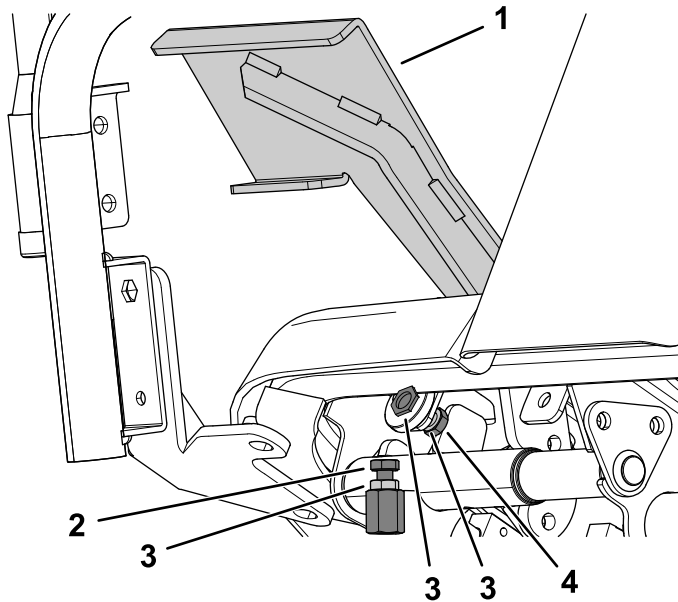

Figura 96
1. Deplasați maneta de traciune complet în față (Figura 96).
- A. Folosind o cheie, susineți opritorul pedalei de traciune pentru deplasare în față și slăbiți contrapiulița din partea din spate a suportului (Figura 96).
- B. Deplasați pedala de traciune în poziția dorită (Figura 96).
- C. Reglați contrapiulița din spate a suportului până când opritorul pedalei de traciune atinge pedala de traciune (Figura 96).